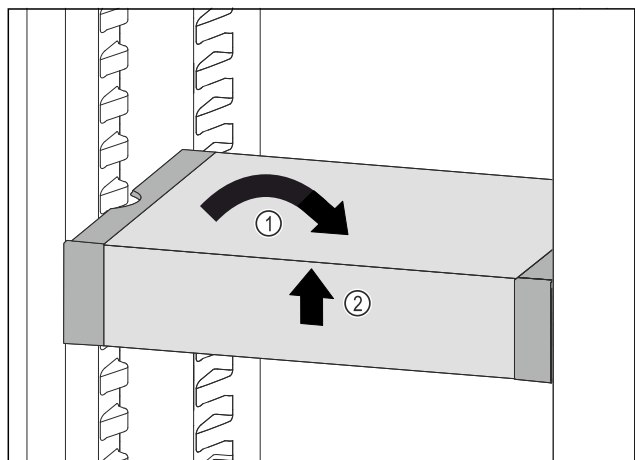

Fig. 91
- ▶ Изправете VarioSafe. Fig. 91 (1)
- ▶ Повдигнете VarioSafe отпред. Fig. 91 (2)